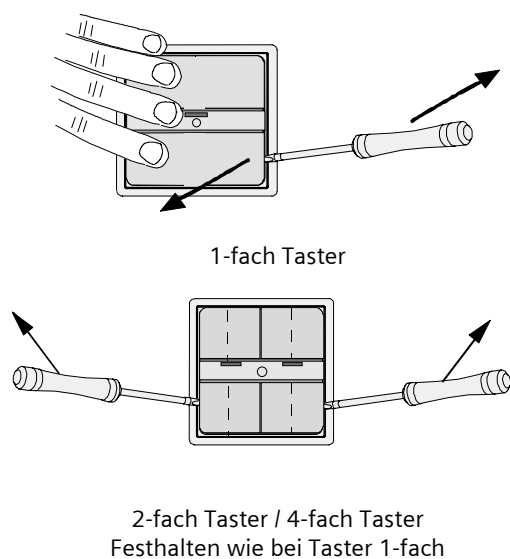

Bild 4: Herausdrücken der Tasterwippen
- Bei Verwendung der Befestigungsschrauben (C3) zuerst die Tasterwippen (C5) gemeinsam herausdrücken. Schraubendreher zwischen den Rahmen in die Aussparung (C7) stecken und heraushebeln (Bild 4).